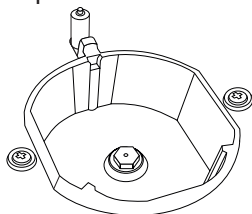

Figura 5
3. Como se observa en la Figura 5, desmonte la tapa del quemador y el quemador de la estufa de mesa y asegure la visibilidad del inyector.